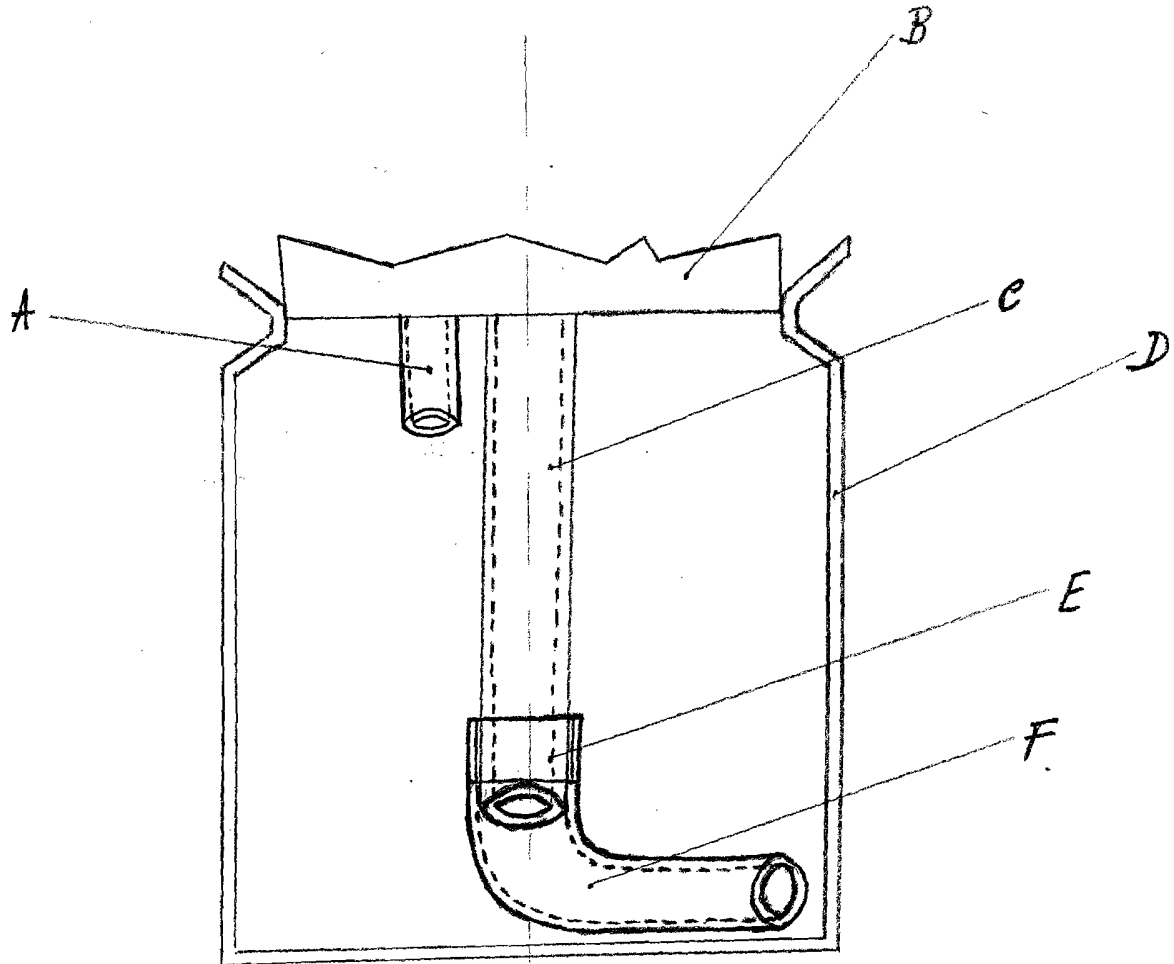

Fig. 1
-Fig.1-piesa montata in interiorul recipientului de vopsea al pistolului de vopsit
Piesa (fig.1 F) este confectionata fie din metal fie din plastic cauciucat reprezentand un tub indoit in unghi drept la capatul tevii (fig.1 C) ce conduce vopseaua catre capul de vopsire.
Pentru o buna functionare trebuie verificata etanseitatea recipientului (fig.1 D) in care se pune vopseaua si a capacului acestuia (fig.1 B) si daca teava de introducere de aer comprimat (fig.1 A) nu este obturata.
Piesa trebuie sa aiba un diametru compatibil cu cel al tevii de directionare a vopselei (fig.1 C) din recipient (fig.1 D) catre exterior.
Piesa (fig.1 F) se va monta prin impingere, respectiv prin fortare, ea fiind prevazuta in zona de conexiune cu o granitura cauciucata (fig.1 E) care sa asigure etanseitatea ei si mentinerea in pozitia dorita.
Piesa va fi pozitionata cu capatul liber in directia in care se va aduna vopseaua in recipient (fig.1 D) datorita gravitatiei.